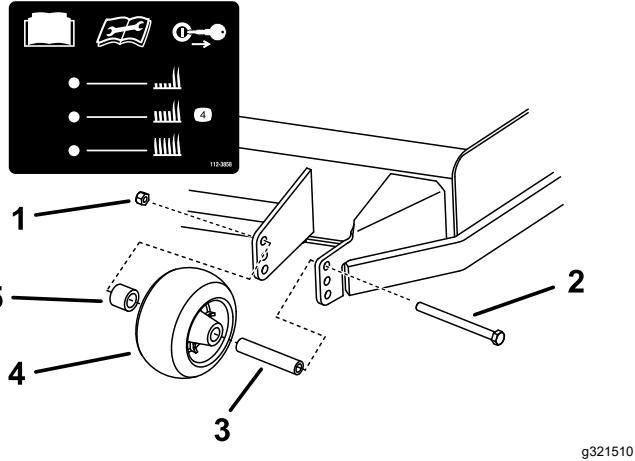

**Рисунок 29**
- Нажмите на педаль подъема деки ногой и поднимите деку газонокосилки в TRANSPORT (ТРАНСПОРТНОЕ) положение (также соответствующее положению высоты скашивания 127 мм), как показано на Рисунок 29.
- Извлеките штифт из кронштейна высоты скашивания (Рисунок 29).
- Выберите отверстие в кронштейне высоты скашивания, соответствующее требуемой высоте скашивания, и вставьте штифт (Рисунок 29).